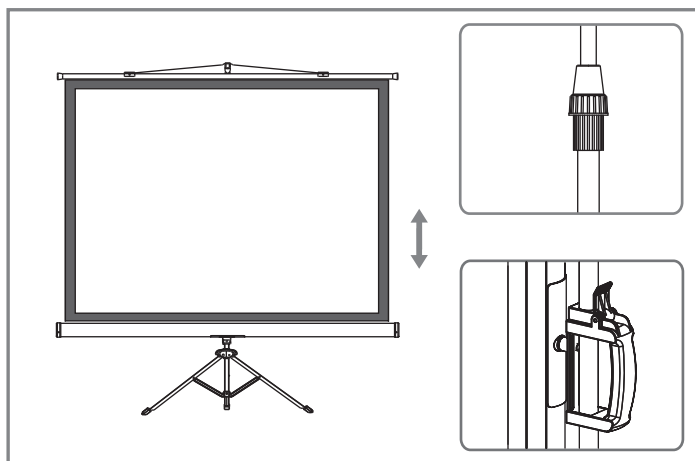

Рис. 5
- отрегулируйте высоту верхнего края экрана, используя фиксатор регулировки высоты и нижнего края экрана при помощи фиксирующей ручки (рис. 5).
### Проделайте действия в обратном порядке (рис. 5 – рис. 1):